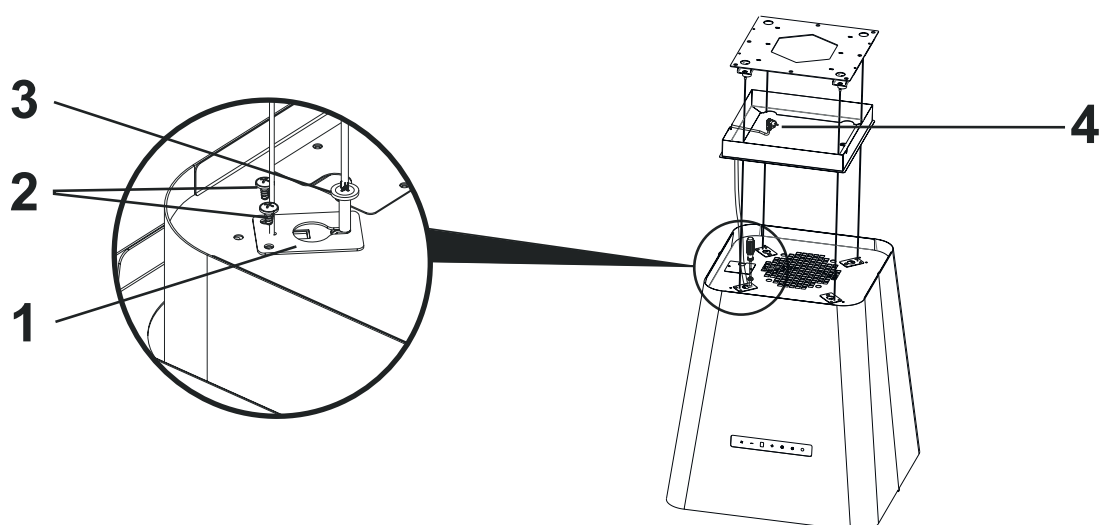

Fig. 13
1. ➔ Montez les 4 mécanismes de verrouillage du support de plafond (1) sur le corps à l'aide de vis de 3.5 x 9.5 (2) et de vis M5 x 15 (3) (Fig. 13)
2. ➔ Faites passer le câble d'alimentation (4) à travers le câble d'alimentation de la plaque de suspension au travers de la zone (Fig. 13/ 5) et effectuez les connexions électriques. Fermez le couvercle de la plaque de suspension au plafond.